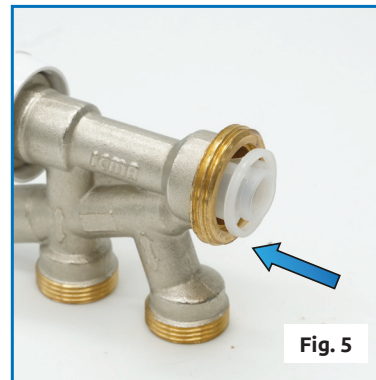

Fig. 5
5. Rimontare il canotto di ricambio come mostrato in fig. 5